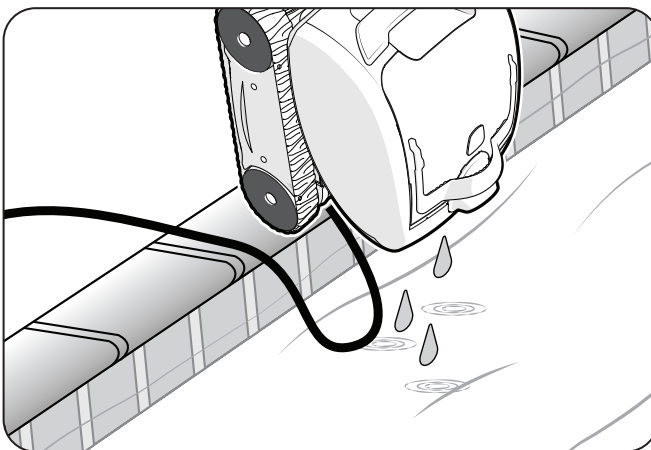

Figura 8. Drenar el agua del limpiador
- Sostenga el limpiador verticalmente sobre la superficie de la piscina para drenar el agua antes de extraerlo (Figura 8).